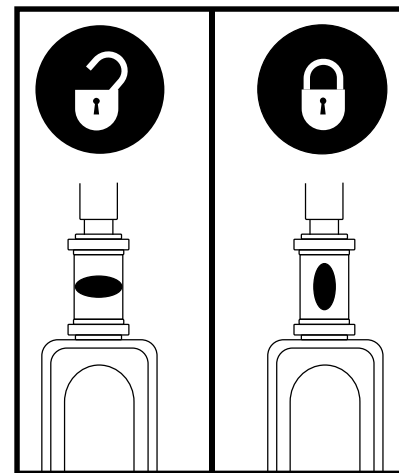

Abb.32. Lenkersicherungshebel
2. Justieren Sieden Lenker in eine gerade Position, indem Sieden Lenkersicherungshebel eindrücken und gleichzeitig 90° im Uhrzeigersinn drehen. **Siehe Abb. 32.** Das Vorderrad muß nach vorne gerichtet sein, um den Lenker festzustellen.
1. Schlüssel aus dem Schlüsselschalter entfernen und Justieren Sie den Lenker in eine gerade Position, indem Sie den Lenkersicherungshebel eindrücken und gleichzeitig 90° im Uhrzeigersinn drehen. **Siehe Abb. 32.** Das Vorderrad muß nach vorne gerichtet sein, um den Lenker festzustellen.
6. Entsichern Sie das Vorderrad, indem Sie den Lenkersicherungshebel 90° gegen den Uhrzeigersinn drehen. **Siehe Abb. 32.**